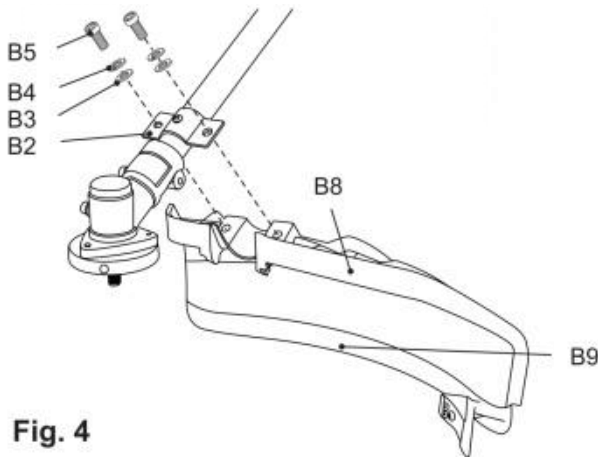

Fig. 4
18) Zabezpiecz połączenie śrubami (B5) , podkładkami sprężystymi rs((B4)) i podkładkami (B3)) za pomocą narzędzia (E4) .(Rys.4).